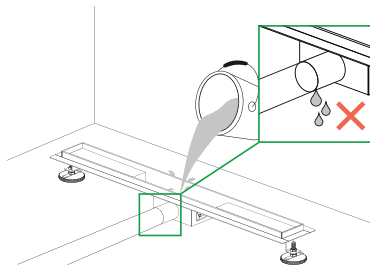

Рис. 3 / Сур-3
2. Подсоедините слив сифона к трубопроводу. Проверьте водонепроницаемость соединения. Угол уклона канализационного трубопровода должен быть не менее 3% (3 см на 1 м трубы) (рис. 3).